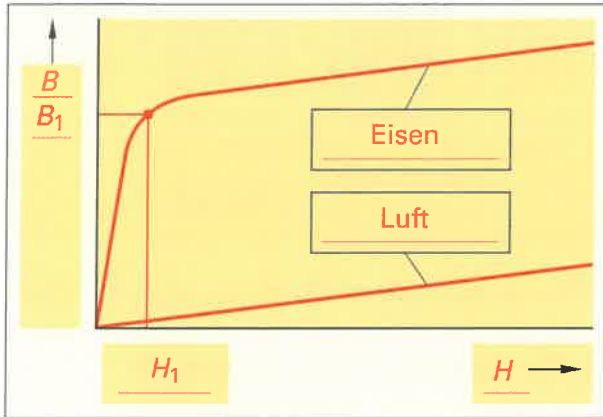

Bild 1: Magnetisierungskennlinien
- Das **Bild 1** stellt den Verlauf der Abhängigkeit der magnetischen Flussdichte  $B$  von der Feldstärke  $H$  dar.
- Tragen Sie in das **Bild 1** die notwendige magnetische Feldstärke ( $H_1$ ) für eine wirtschaftliche Magnetisierung von Eisen mit der dazugehörigen magnetischen Flussdichte ( $B_1$ ) ein.